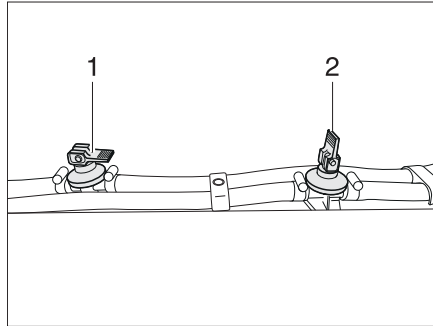

Fig. 291 Robinet de vidange
- Fermer tous les robinets de vidange. Placer le levier à bascule (Fig. 291,1) en position horizontale.